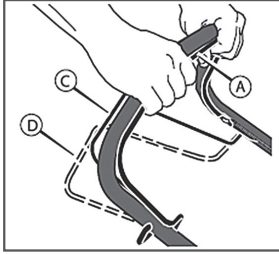

Рис. 10 Включение привода колес
1. Удерживайте рычаг останковки двигателя (A) в рабочем положении (Рис. 10). Запустите двигатель.